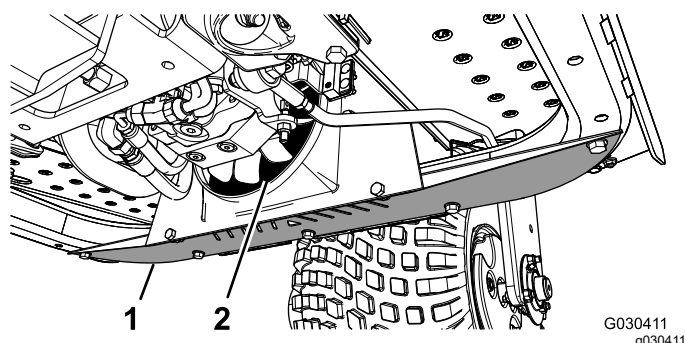

图 49
1. 卸下下护罩 图 49。
2. 使用延长管将压缩空气吹入风扇叶片之间 图 49 将杂物从其进入的方向吹出。